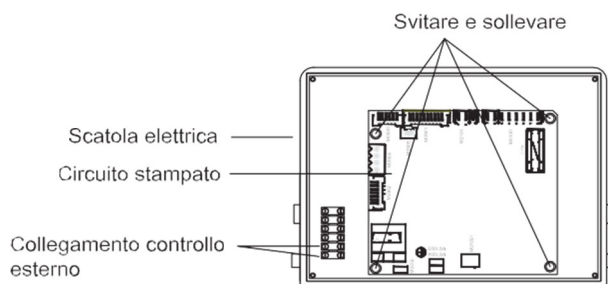

Fig.39
CONNESSIONE ESTERNA (Fig. 39)
7.16 SOSTITUZIONE CIRCUITO STAMPATO/DISPLAY (Fig. 39)